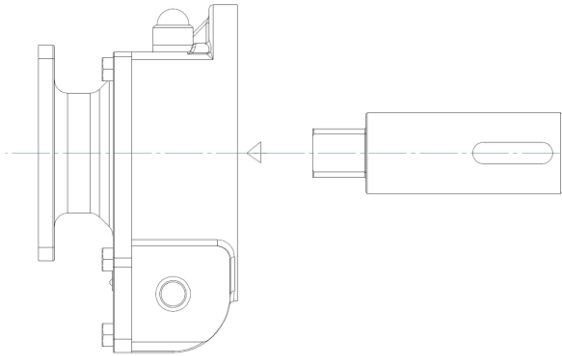

Figure 4: L'assemblage de l'arbre d'entraînement dans le réducteur ILG/S
5. L'utilisation d'un joint d'étanchéité entre la bride de la vanne et le réducteur est recommandée. Mettez l'arbre d'entraînement dans le réducteur du bas (voir la figure 4). La taille et la forme des accouplements de l'arbre d'entraînement et le réducteur peuvent différer de la figure 4.